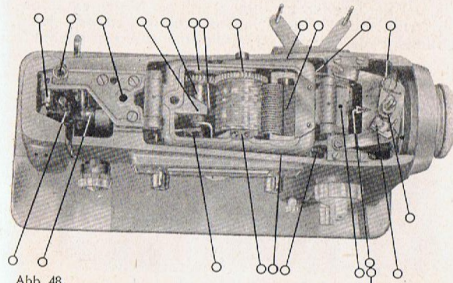

Abb. 48
1. Den Ständer (Abb. 48) – dafür den Ständer- und Lichtdeckel aufklappen.